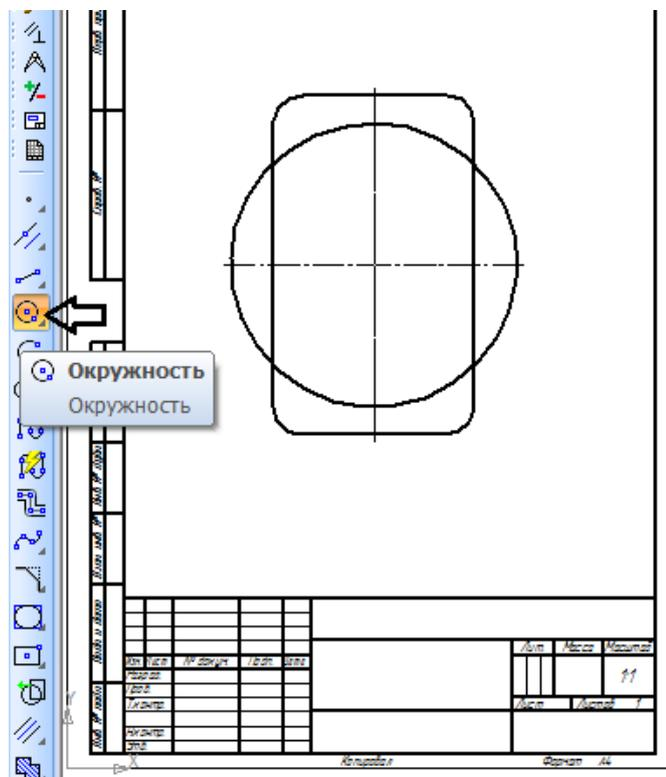

Рисунок 14.
7. В центре прямоугольника постройте **Окружность**: основной линией с осями, \varnothing 100 мм (рисунок 14).